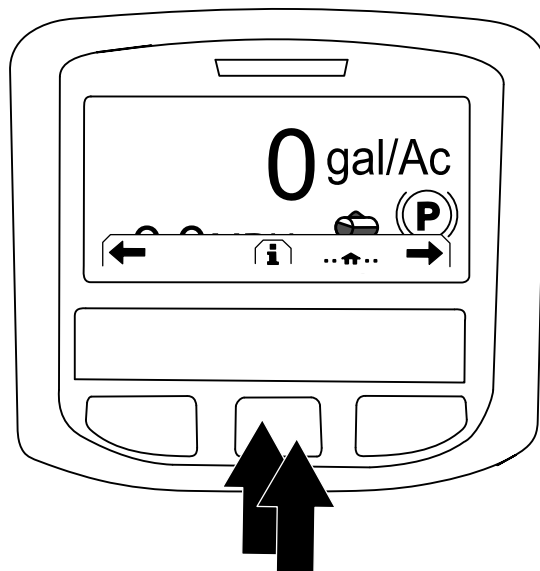

Figura 225
2. Nella schermata Home, premete il pulsante centrale sull'InfoCenter per accedere alla schermata di navigazione (Figura 225).